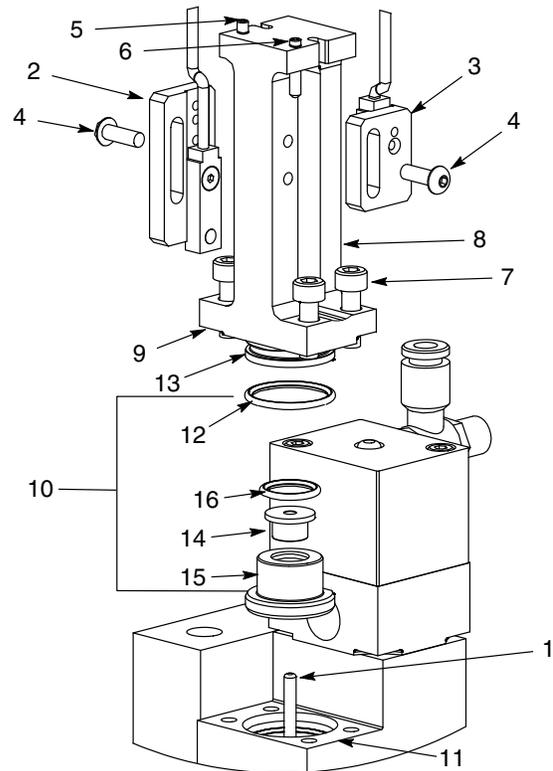

Abb. 8 Satz Dosierdichtungspatrone
**HINWEIS:** Der Satz Dosierdichtungspatrone enthält Pos. 12, 14, 15 und 16 aus Abb. 8.
1. Vor der Druckentlastung die Pistole betätigen, so dass die Kolbenstange (1) in ihrer höchsten Position ist. Das erleichtert das Zerlegen.
2. Die Sensorplatten (2 und 3) durch Abnehmen der Schrauben (4) abnehmen. Die Einstellschrauben (5 und 6) nicht verstellen.
3. Die vier Schrauben (7) abnehmen und vorsichtig die Näherungskappe (8) gerade nach oben heben. Die Hebelschlitz (9) können zum Lösen verwendet werden.
4. Bei von der Stange (1) abgehobener Kappe (8) den Inhalt (10) des Satzes Dichtungskappe abnehmen, wie in Abb. 8 dargestellt.
5. Die Patronenaussparung in der Kappe (8) und die Bohrung im Pistolengehäuse (11) reinigen.
6. Den O-Ring (12) aus dem zylindrischen Teil der Näherungskappe nehmen und die Nut (13) reinigen.
7. Den neuen O-Ring (12) installieren und mit TFE-Fett schmieren.
8. Sicherstellen, dass das Messingstangenlager (14) in der Dichtpatrone (15) installiert ist und dass der O-Ring (16) über dem Lagerflansch sitzt.
9. Den O-Ring (16) fetten und die Patronenbaugruppe (14, 15, 16) in der Näherungskappe (8) installieren, flach auf die Zunge ausgerichtet.
10. Die Näherungskappenpatronenbaugruppe (8, 10) auf der Stange (1) installieren und nach unten drücken, damit die Stange durch die Dichtung geht. Weiter nach unten drücken, bis der Flansch fast sitzt.
11. Gewindegewinde auf die vier Schrauben (7) auftragen und fingerfest installieren, dann kreuzweise jeweils 1/4 Umdrehung anziehen, bis sie mit 54 in.-lb festgezogen sind.
12. Die Sensorplatten (2, 3) wieder installieren und Gewindegewinde auf die Schrauben auftragen. Die Schrauben (4) mit 16 in.-lb. festziehen und dabei die Platten gegen die Einstellschrauben (5 und 6) halten.